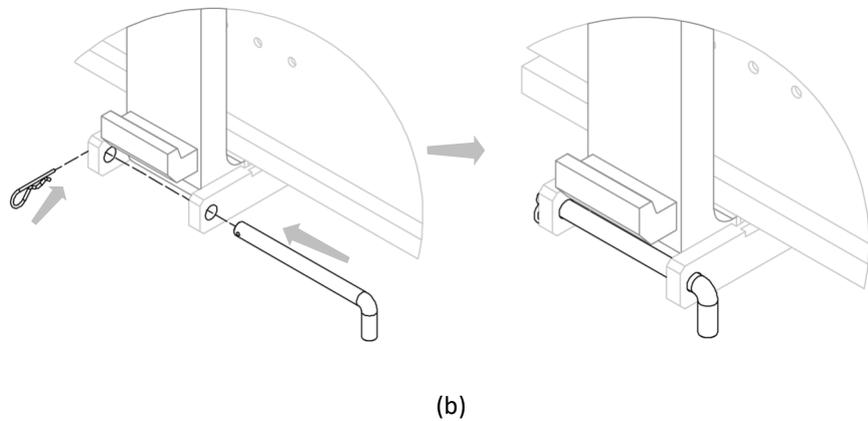

Figure 8
6. Fermer les butées de fourche (voir *Figure 8*).